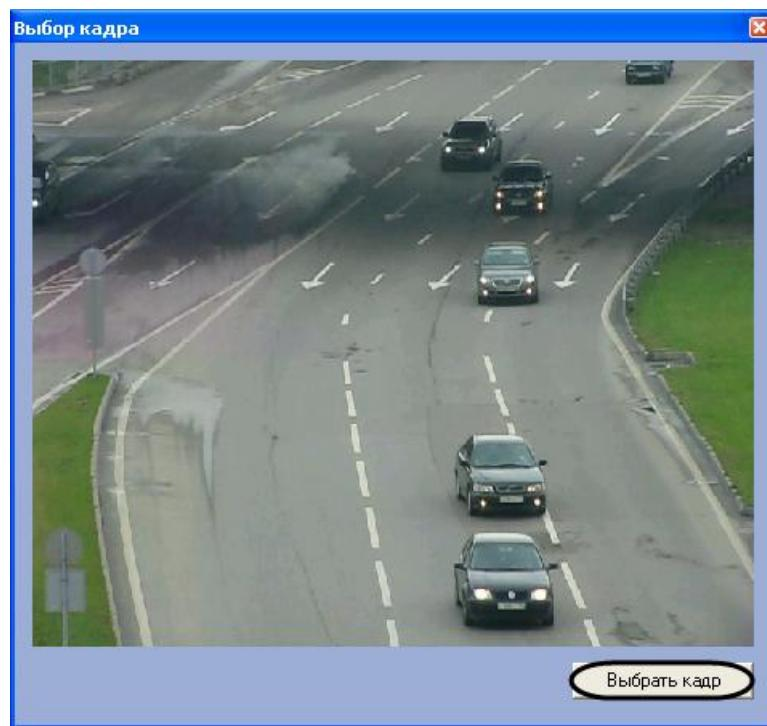

Рис. 7.6—4. Выбор кадра для настройки зоны детектирования
4. Для выбора кадра видеоизображения нажать кнопку «Выбрать кадр» (см. Рис. 7.6—4)